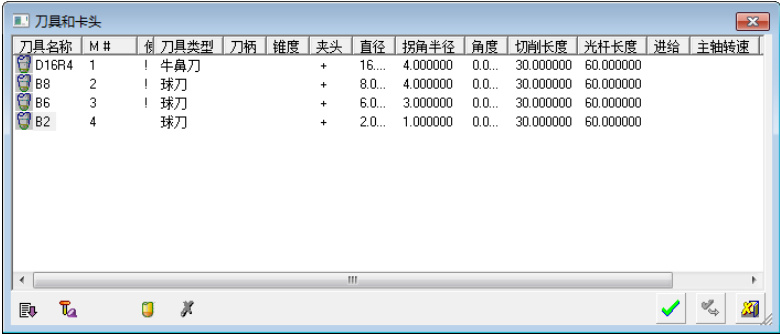

图 3-56 “刀具和卡头”对话框 (5)
2) 选择刀具。单击“刀具和卡头”按钮，弹出“刀具和卡头”对话框 (5)，选择 B2 球刀，如图 3-56 所示。